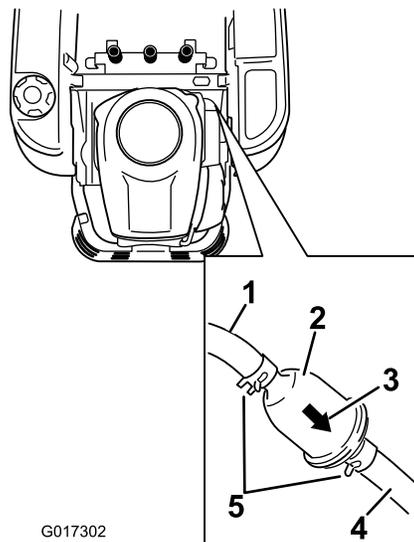

Figura 36
3. Levante el asiento y localice los filtros de combustible, según se muestra en Figura 36.
4. Apriete los extremos de las abrazaderas y deslícelas por el tubo alejándolas del filtro (Figura 36).
6. Instale un filtro nuevo – la flecha que indica el sentido de flujo debe apuntar hacia el motor. Acerque las abrazaderas al filtro (Figura 36) para sujetar éste.